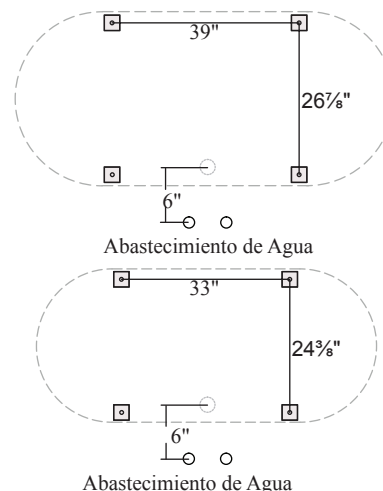

Figura 19. Fijación de la bañera
- 2 Medida 6 "del centro de la línea de suministro de agua al centro de la boca de drenaje en la bañera (Figura 19).